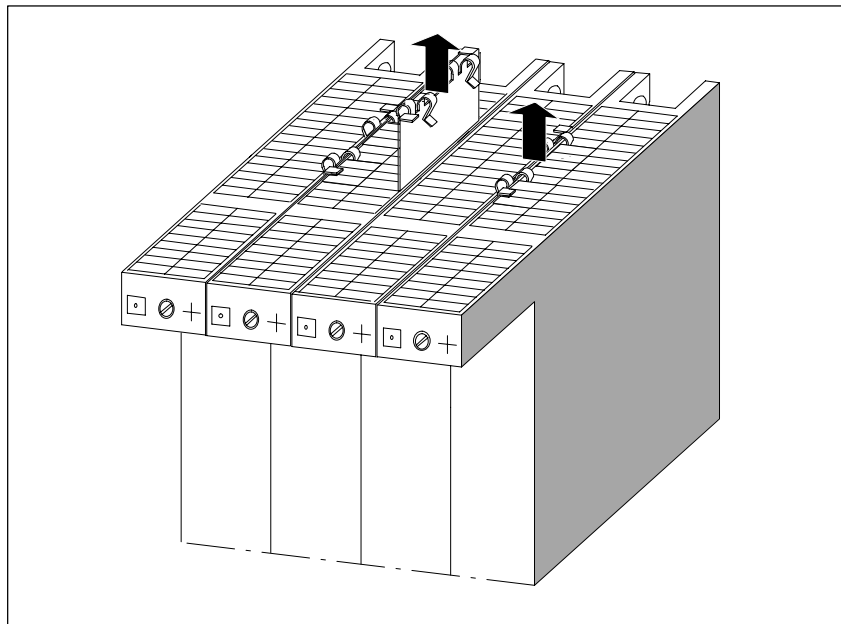

Bild 8-26 Verbindungsklammer von zu tauschender Baugruppe ziehen
10. Entfernen Sie die Verbindungsklammern von der zu tauschenden Baugruppe oben (wie in Bild 8-26 dargestellt) und unten.